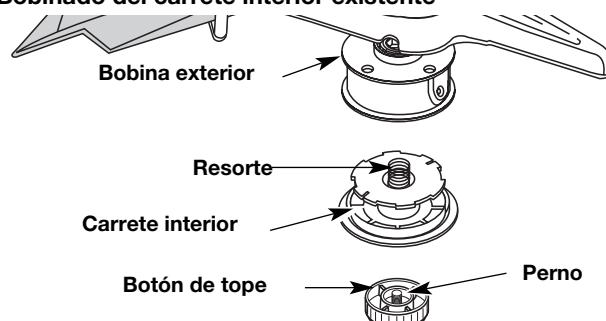

Fig. 30
- Sostenga la bobina exterior con una mano y desenrosque el botón de tope en sentido antihorario (Fig. 30).
- Saque el carrete interior de la bobina exterior (Fig. 30).
- Saque el resorte del carrete interior (Fig. 30).
- Saque el carrete interior viejo de la bobina exterior (Fig. 30).
- Saque el resorte del carrete interior viejo (Fig. 30).